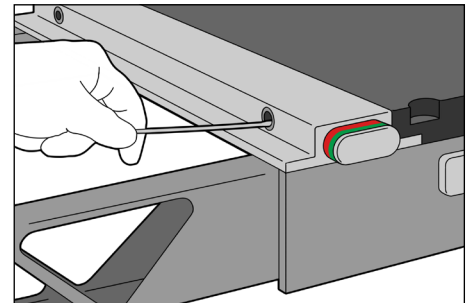

Fig. 3
3. Utilice un bastoncillo de algodón seco para limpiar el interior de los orificios receptores. (Fig. 3)
5. Utilice un bastoncillo de algodón seco para limpiar las pelusas sueltas y los residuos. (Fig. 3)